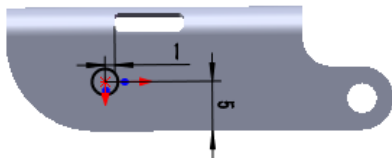

图 12.3.28 编辑草图
(4) 编辑草图, 如图 12.3.28 所示。退出草图环境, 完成成形特征 1 的创建。